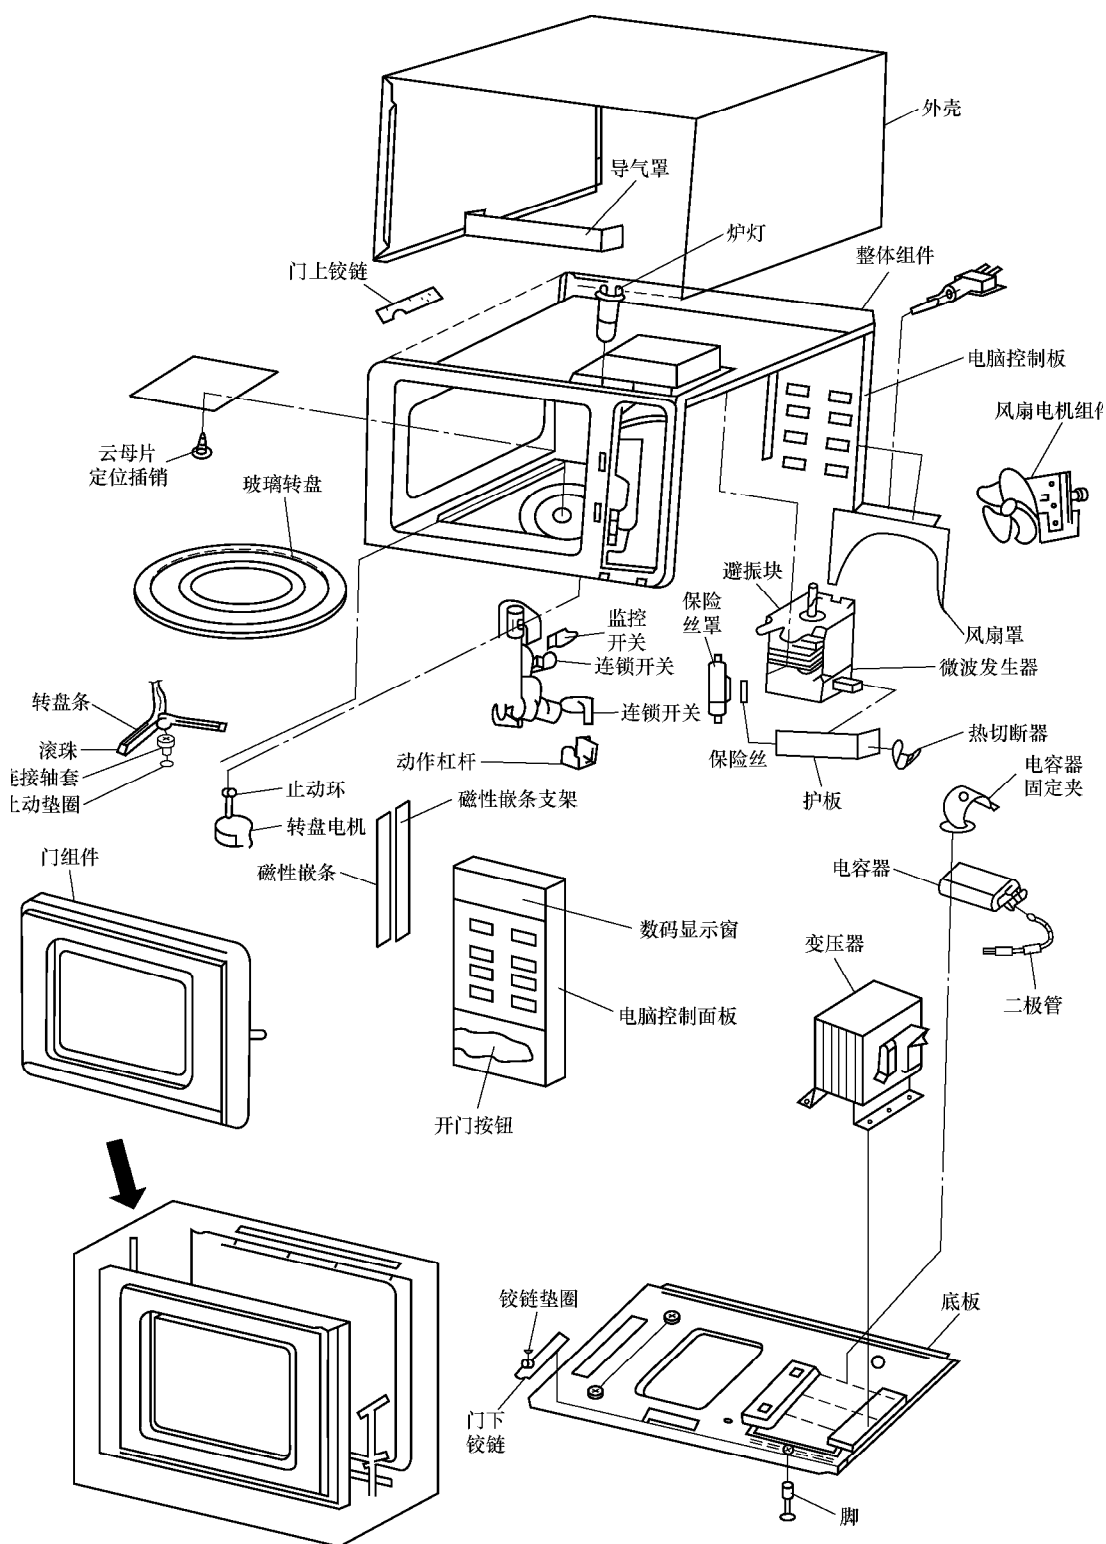
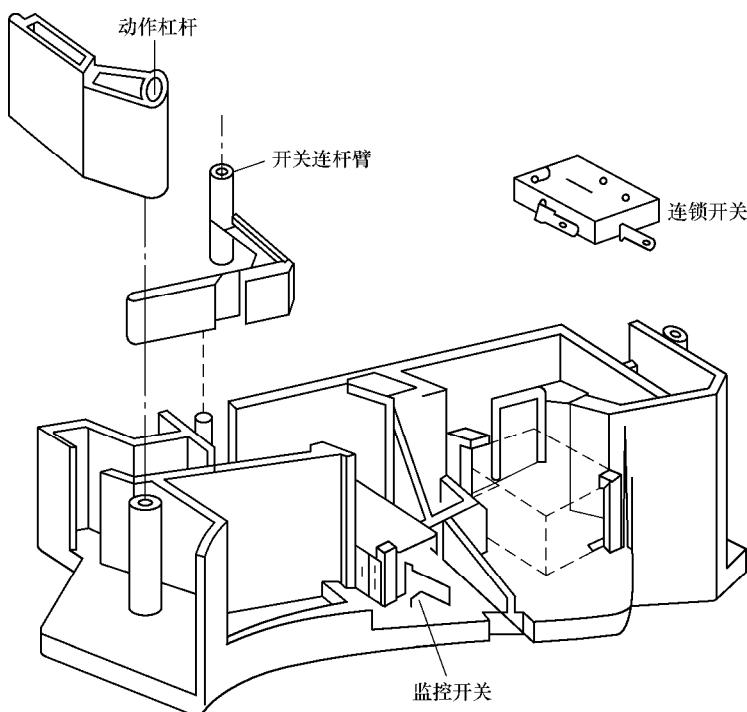

图 6-1-1 菊花牌 W-750C 电脑型微波炉零部件安装示意图
图 6-1-8 连锁开关托架零部件示意图
维修微波炉时，必须了解微波炉的构造及安装步骤。下面以江苏无锡菊花电器集团生产的菊花牌 W-750C 电脑型微波炉为例进行介绍，具体零部件安装示意图如图 6-1-1 所示。该方法对其他型号微波炉也有一定的参考价值。
(1) 按图 6-1-1 的零部件安装示意图操作。
(2) 拆装电源变压器（也称漏感变压器）和微波发生器的方法。
① 拔去电源变压器上各接线和微波发生器接线以及热切断器的连线。
② 用套筒扳手拧下 4 颗固定电源变压器的螺钉。
③ 把电源变压器从微波炉底板槽中取出，再取下电源变压器与腔体中间的橡皮垫块。然后再用套筒扳手拧下固定微波发生器的 4 颗螺钉，取下微波发生器及装有热切断器的护板。
(3) 安装电源变压器和微波发生器的方法。
① 把电源变压器插入底板槽中并对准螺钉孔，将 4 颗螺钉旋紧。然后在装微波发生器前检查其天线底部的铜丝编织垫圈是否放好，如果没有铜丝编织垫圈便不能安装，否则因微波发生器与腔体接地不良，会导致较大的微波泄漏。另外，电源变压器的 4 颗螺钉也要旋紧，以保证良好地接地。
② 将橡皮垫块靠电源变压器面及腔体面加上 502 胶水，再嵌入电源变压器与腔体中间微波发生器天线对准波导管盒孔，旋紧 4 颗固定微波发生器的螺钉和护板螺钉。
③ 准确地插入电源变压器和微波发生器灯丝各个引线的插头插座。
(1) 仍按图 6-1-1 的零部件安装示意图操作。
(2) 拆卸高压电容器与高压二极管的方法。
① 拔去高压二极管与高压电容器连线的插头，然后再拔去高压电容器上的接线。
② 用短柄“十”字螺钉旋具拧下高压电容器和高压二极管上的螺钉，然后取下高压电容器和高压二极管。
③ 安装高压电容器与高压二极管的方法：首先插上高压电容器与高压二极管相连的接线，然后将高压电容器一端插入底板孔槽中。再用一颗“十”字或“一”字螺钉固定高压电容器；然后再用一颗螺钉固定高压二极管（那端是接外壳地的），最后再插上高压电容器的两个插头。
按图 6-1-1 的微波炉零部件安装示意图的方法操作。
(1) 仍按图 6-1-1 微波炉零部件安装示意图的方法操作。
(2) 拆卸连锁装置方法。
① 拔掉连锁开关和监控开关上的接线插头。
② 用“十”字螺钉旋具拧下 3 颗固定开关托架的螺钉，取下开关托架，并将连锁开关和监控开关从托架中取下。
③ 把开关托架中的开关连杆臂和动作杠杆取下。
(3) 连锁装置安装方法。按照连锁开关托架零部件示意图（见图 6-1-8）安装。
① 把开关连杆臂和动作杠杆套入开关托架。
② 把连锁开关和监控开关装入开关托架（应当注意的是连锁开关与监控开关位置不能装错）。连锁开关两根插片靠得很近，用万用表 $R \times 1k$ 挡检查插片间的阻值是否开路（测量结果应是无穷大）；监控开关两根插片靠得较远，用万用表 $R \times 1k$ 挡检查两根插片间的阻值应为 0Ω 。
③ 用 2 颗固定螺钉将开关托架固定牢。
④ 检查门钩与开关托架之间位置是否准确。把门关紧后，用手按门时上下角是否有松动现象。如有松动应调整开关托架前后的位置。如果门上钩松动，应把门推紧腔体，将固定开关托架上面的 1 颗螺钉用“十”字螺钉旋具拧一下，再把开关托架向里拉紧并旋紧螺钉，然后用手推按门上边是否还存在松动现象。如没有松动或只有微小松动则属正常，按“开门”键打开门，再将门轻轻关上，门钩应到位，如不到位应重复调整。门下边松动时可用同样的方法进行，只不过需要调整下面的 1 颗螺钉。